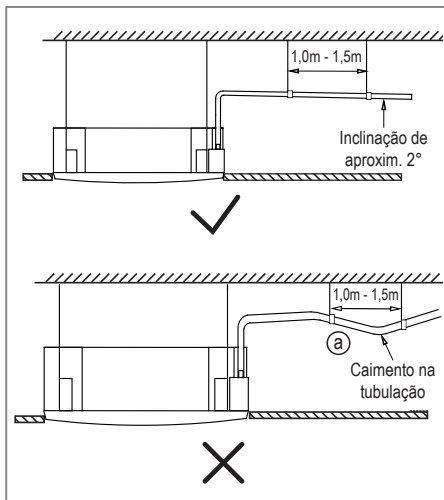

FIG. 21
- A tubulação de drenagem deve ter uma inclinação descendente de aproximadamente 2° para evitar que a água retorne à unidade (Fig. 21).
- Para evitar que a tubulação tenha caimentos (Fig. 21 - Detalhe "a") utilize fios/cabos suspensos a cada intervalo de 1,0 metros - 1,5 metros.